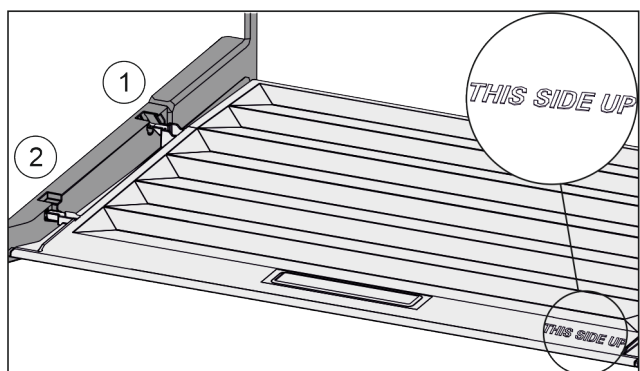

Fig. 56
- ▶ Вставить поперечные ребра крышки через отверстие заднего держателя Fig. 56 (1) и защелкнуть спереди в держателе Fig. 56 (2).